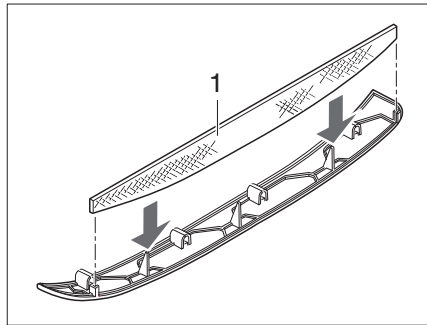
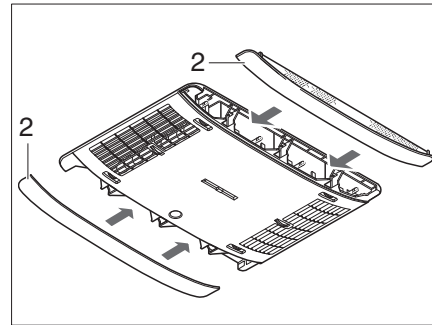

Fig. 362 Filtre à peluches de la climatisation
Fig. 363 Panneaux de la climatisation
Dans les panneaux latéraux (Fig. 363,2) se trouvent deux filtres à peluches. Les filtres à peluches doivent être nettoyés, et si nécessaire remplacés, à intervalles réguliers, au moins cependant tous les 6 mois.
- Enlever le panneau (Fig. 363,2) du distributeur d'air et nettoyer ou, si nécessaire, remplacer le filtre à peluches (Fig. 362,1).